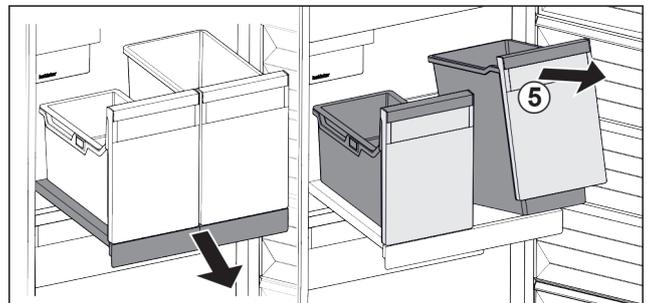

Fig. 51
- ▶ Soulever les bacs Fig. 51 (5) par l'avant.